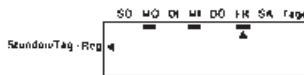

Abb.15
- Drücken **↑** zu Bestätigung. Eine Unterstreichung erscheint unter dem Tag. Der Enthärter wird die Regeneration in den unterstrichenen Tagen durchführen (Abb. 15).